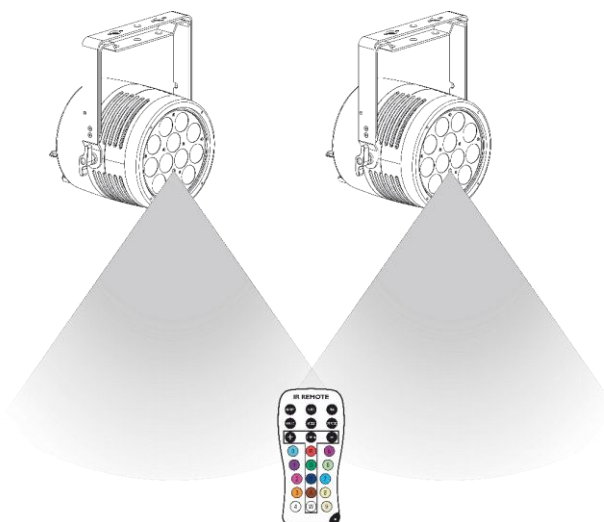
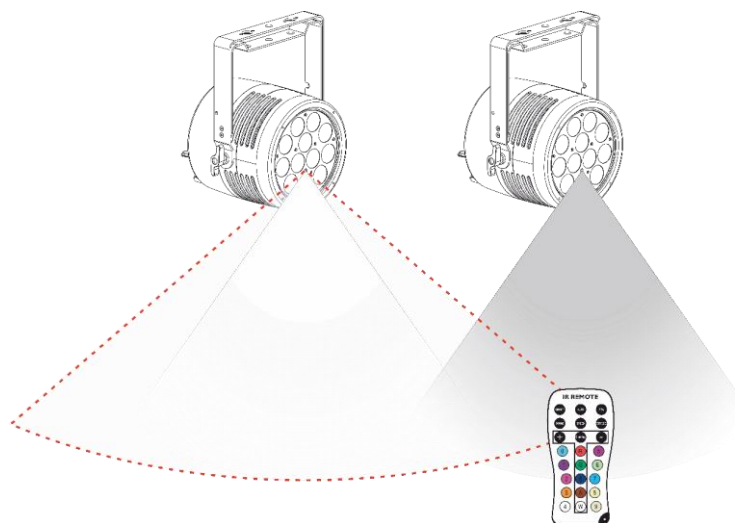

Fig. 12
Fig. 13
El mando a distancia permite controlar varios dispositivos a la vez. Apunte con el mando a distancia al **sensor de infrarrojos (05)** del dispositivo o grupo de dispositivos que quiera controlar, tal y como se muestra en la Fig. 12. Si apunta con el mando a distancia al **sensor de infrarrojos (05)** del dispositivo fuera del alcance del sensor, el dispositivo no responderá al mando a distancia (Fig. 13).